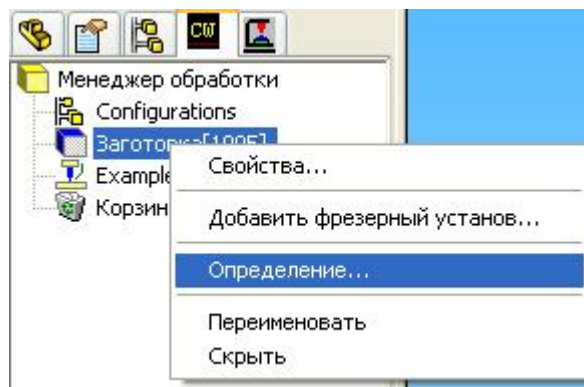

Рисунок 5.6 - Вибір заготовки
2. Виберіть опцію <Определение...> (рис. 5.6).